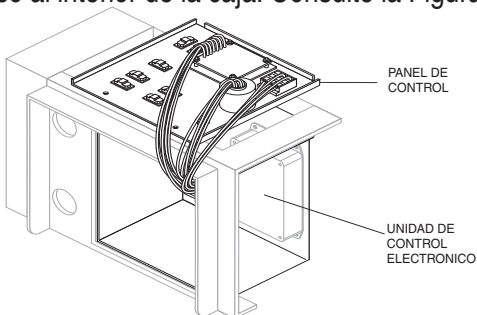

Figura 34. Sacando el panel de control
2. Jale inclinadamente y despacio el panel de control y colóquelo en la parte superior de la caja para tener acceso al interior de la caja. Consulte la Figura 34.